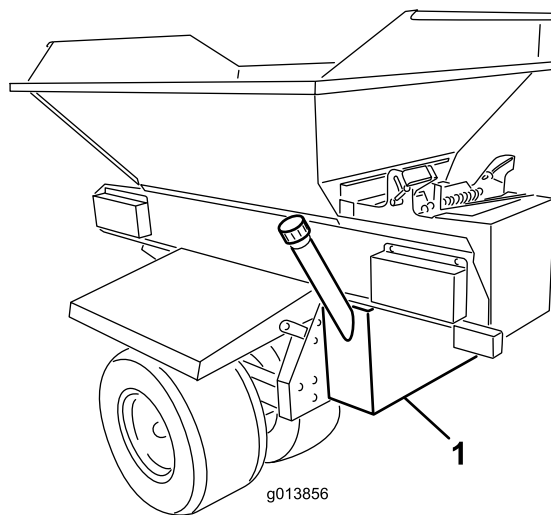

Рисунок 1
6. Поддерживая гидравлический бак снизу, расположите его таким образом, чтобы он был прижат к задней стенке шасси. Бак должен быть расположен вертикально и по центру относительно левой и правой стороны (Рисунок 1).